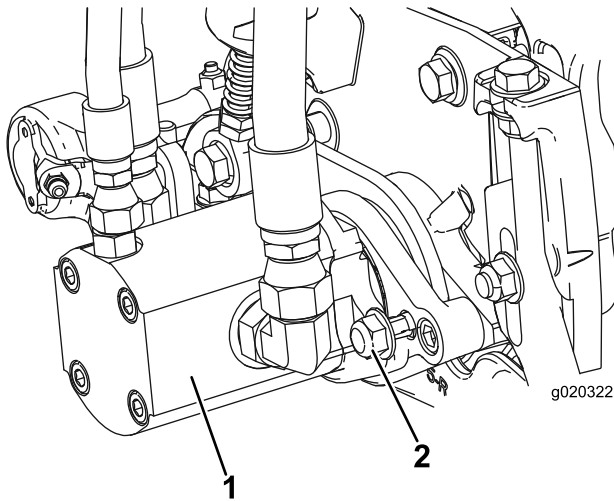

Bild 10
15. Montieren Sie den Motor; drehen Sie ihn nach rechts, damit die Motorflansche nicht die Sicherungsmuttern berühren (Bild 10). Drehen